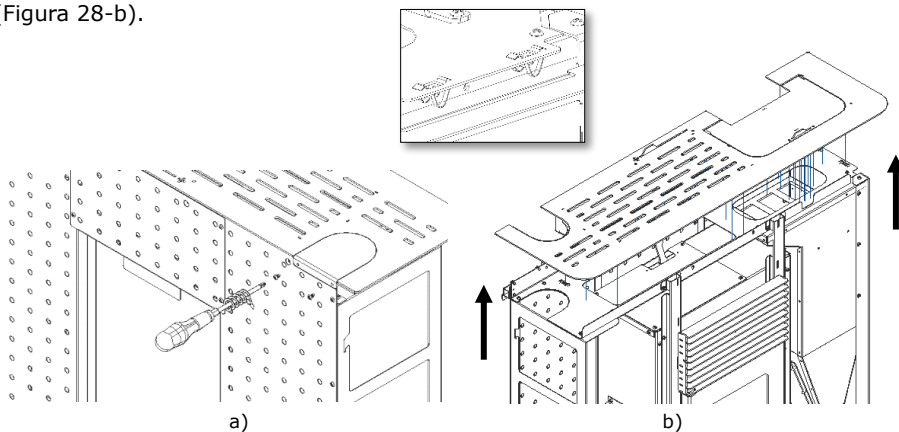

Figura 28 - Remoção tampo superior
a) Retirar o tampo superior do equipamento. Numa 1ª fase deve retirar a tampa pequena que se encontra fixa na parte posterior desapertando os dois parafusos (Figura 28-a). Posteriormente, deve mover o tampo realizando uma força no sentido indicado, não é preciso nenhuma ferramenta pois o tampo é de encaixe rápido através de molas (Figura 28-b).